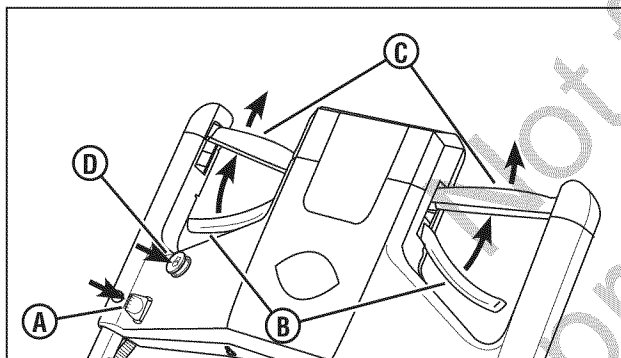

Figure 3 : Démarrage de la tondeuse
1. Insérer la clé de démarrage (A, Figure 3) dans la fente de connexion sur la console de commande.
2. Serrer la commande de lame (B) contre la commande d'entraînement (C).
4. Pousser le bouton de démarrage (D) pour démarrer le moteur.